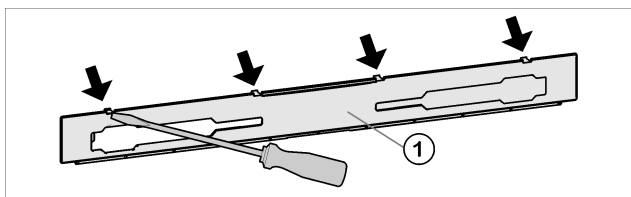

Fig. 4
- Lyft av panelen Fig. 4 (1) framåt med en skruvmejsel.